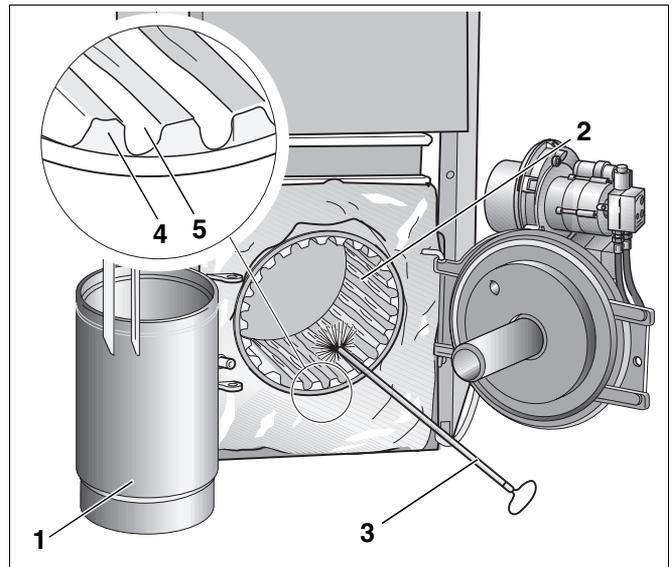

Abb. 47 Heizflächen im Feuerraum reinigen
- Reinigen Sie mit der Reinigungsbürste die äußeren (Abb. 47, **Pos. 5**) und inneren (Abb. 47, **Pos. 4**) Zwischenräumen des Heizflächenprofils.
- Feuerraum (Heizflächen – Abb. 47, **Pos. 2**) in horizontaler Richtung mit der Reinigungsbürste (Abb. 47, **Pos. 3**) reinigen.
- Feuerraum (Heizflächen) durchbürsten (Abb. 47, Seite 48).